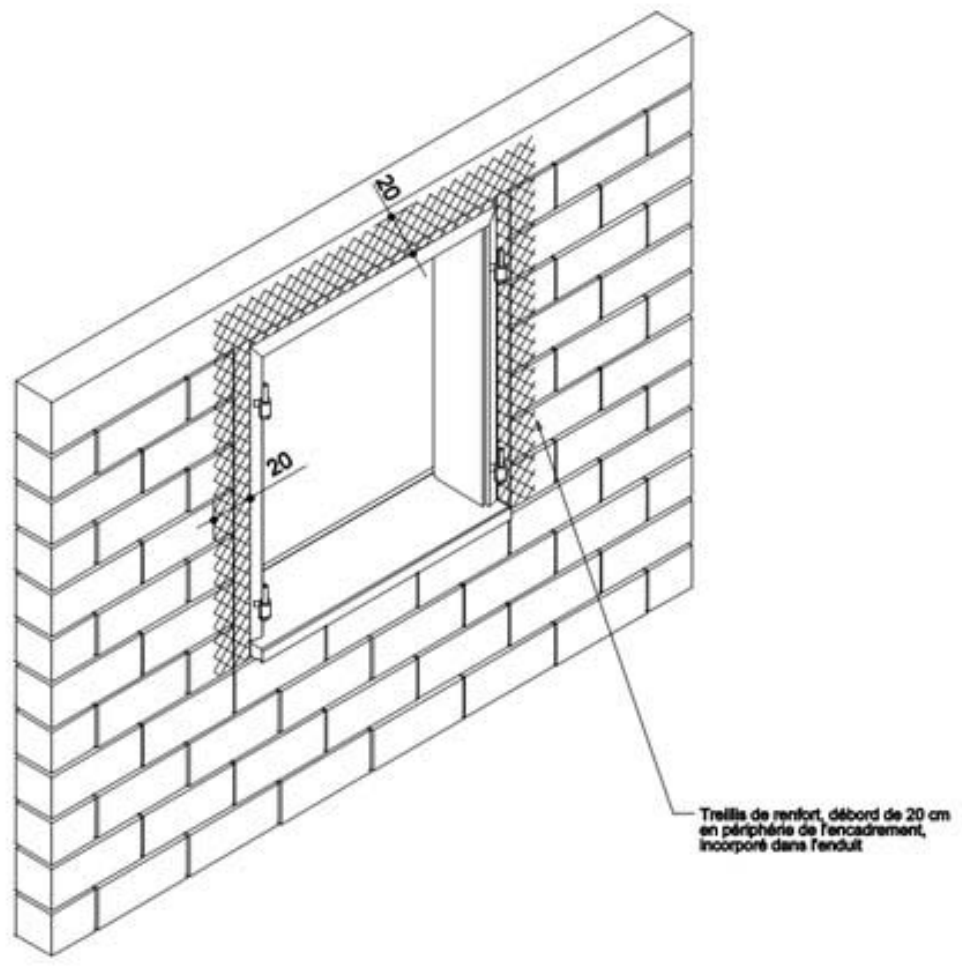

Figure 8 - Positionnement du treillis de renfort pendant l'enduit "TRADITION"
5.5 Réalisation des enduits (figures 8 et 9)